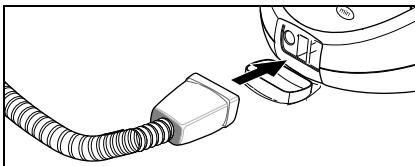

Fig. 5
- Introduzca firmemente la toma de vapor (C7) en el enchufe del aparato (A1). Al hacerlo, los dispositivos de bloqueo de la toma de vapor deben encajar en la tapa del enchufe del aparato (véase la fig.5).